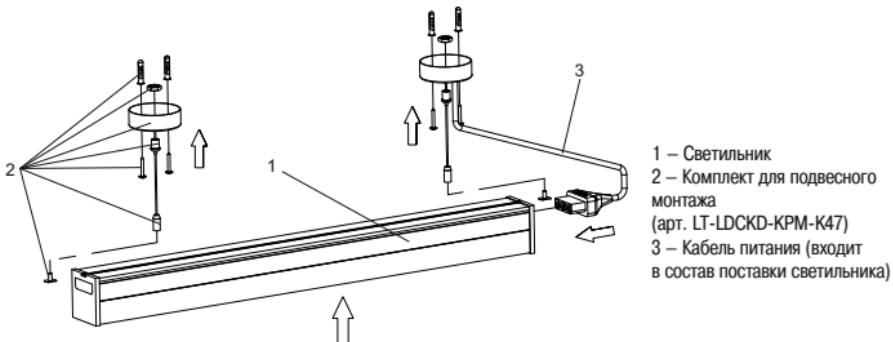

Рисунок 6 – Подвесной монтаж светильника на тросе
4.5 Подвесной монтаж светильника производить на тросах при помощи комплекта для подвесного монтажа (арт. LT-LDCKD-KPM-K47). В комплект подвесного монтажа входит металлическая планка с винтами позволяющая при данном монтаже механически соединить два светильника. Подвесной монтаж линейного светильника 1011 на тросах производится аналогично монтажу магистрального светильника (рисунок 6).